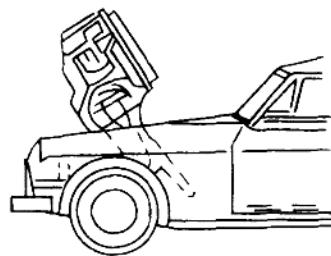

图 2-2 吊下发动机
(1) 拆下发动机上的搭铁线、发电机配线、起动机配线、分电器配线、水温和机油传感器塞的配线；拆去热敏开关和电扇的连接线等。
(2) 放出冷却系统中的冷却液，从散热器盖上、缸盖上拔掉冷却液软管，松开散热器支架，将散热器、风扇及护风罩整体取出。
(3) 拆除空调器固定架，拔出燃油系统进油管、回油管，从分电器上拔下高压线插头；拆下化油器上感应塞的连接线、真空管、油门操纵拉索和片簧插头。
(4) 拆下空气滤清器、拆下加速踏板拉线夹，从加速踏板拉线杠杆支座上拆开拉线。
(5) 取下离合器操纵钢丝绳；用千斤顶顶住变速器。
(6) 拆下起动机固定螺丝，拆下发动机和变速器的连接螺栓，拆下飞轮壳的固定螺栓。
(7) 拆卸发动机支座橡胶缓冲块上的固定螺栓。
(8) 用吊杆前端挂入发动机前右侧上部吊耳，后端挂入飞轮上部吊孔，用手稳住将发动机从轿车前端缓缓吊起，如图 2-2 所示。吊起过程中应使用防护罩，轻松摆动发动